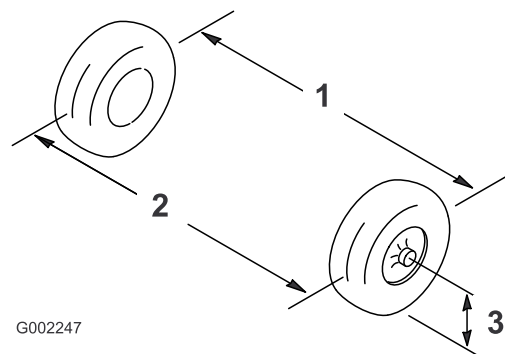

Figura 49
2. Mida la distancia entre los neumáticos delanteros a la altura del eje, en la parte delantera y trasera de las ruedas (Figura 49).